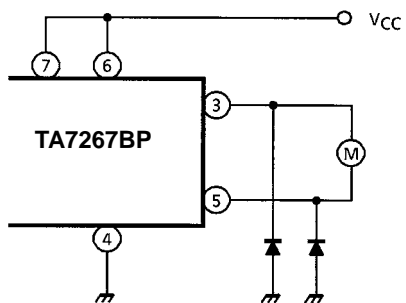

図 4
- i) ブレーキが甘い場合は、内蔵されている下側のダイオードと並列に適切なダイオードを接続してください。(図 4)